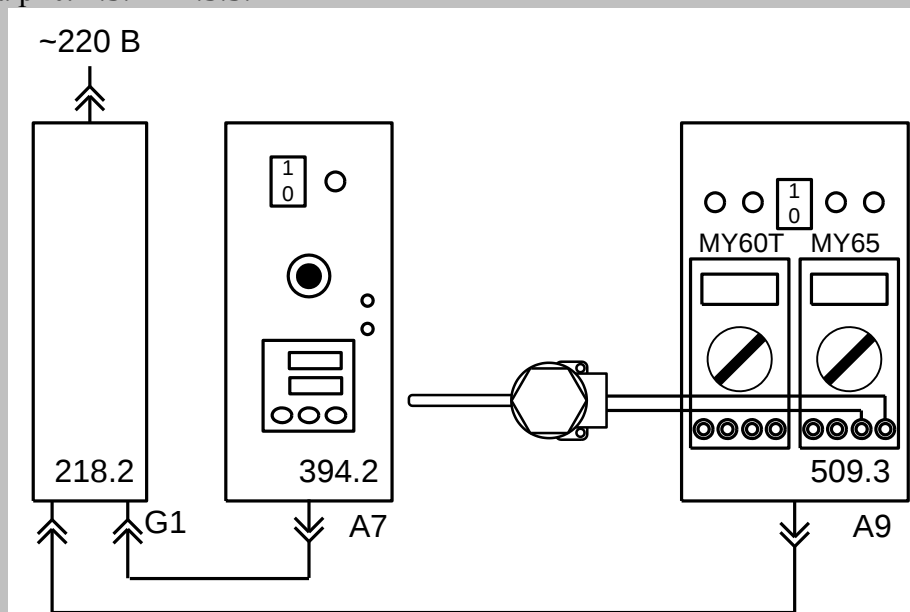

Рис. 2.5.2. Схема электрическая соединений при испытании термопреобразователя сопротивления и термоэлектрического преобразователя.
Схемы электрические соединений при испытании датчиков температуры показаны на рис. 2.5.2 и 2.5.3.
Термопреобразователь сопротивления ТС125-50М.В2.60 подключается по схеме рис. 2.5.2. Мультиметр МУ65 измеряет сопротивление термопреобразователя.
Термоэлектрический преобразователь ТПК225-010.60 (термопара) подключается по схеме рис. 2.5.2. Мультиметр МУ65 измеряет напряжение термопары (предел 200 мВ постоянного тока).
- Соедините блоки в соответствии со схемой электрической соединений рис. 2.5.2 или 2.5.3 в зависимости от типа испытываемого датчика.
- Измерьте сигналы датчиков при комнатной температуре (схемы рис. 2.5.2 и 2.5.3). Для исключения нагрева датчиков от рук их необходимо брать за корпус вблизи выводов. Из-за равенства температур «холодного» и «горячего» спаев термоэлектрического преобразователя (термопары) его э.д.с. равна 0, а показания мультиметра, измеряющего эту э.д.с. могут быть нестабильны.
- Соберите одну из схем рис. 2.5.2 или 2.5.3.